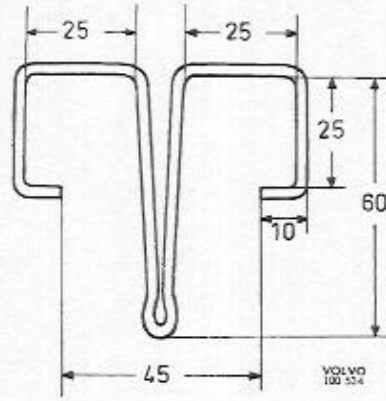
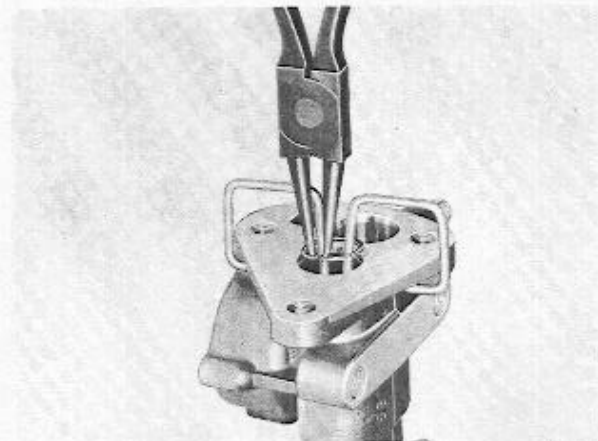
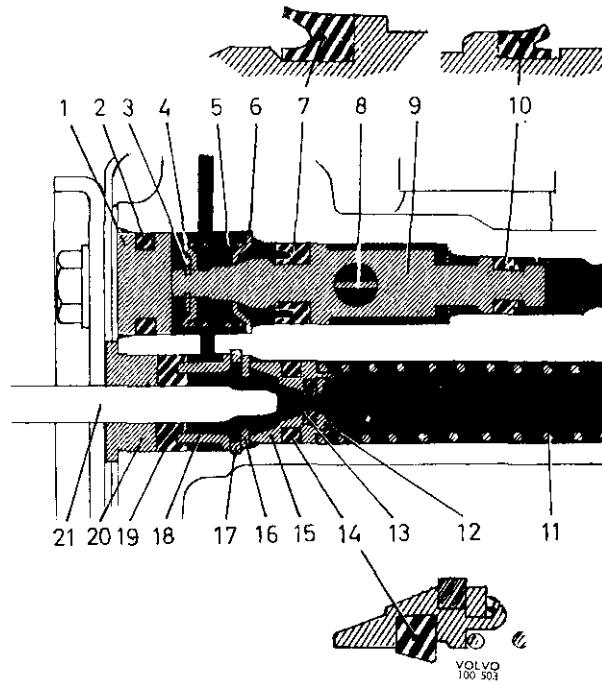
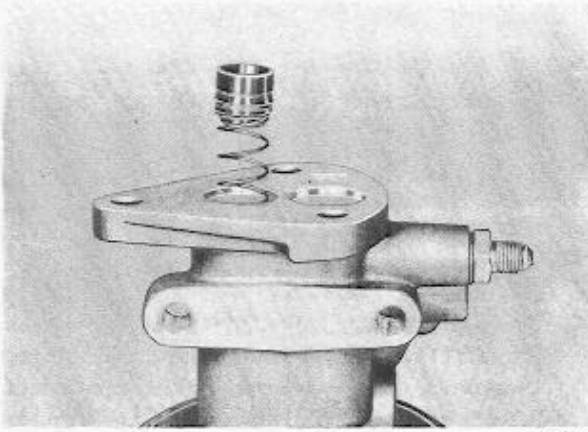

Abb. 91 Federklammer
Abb. 92 Abziehen der Innensicherung
Abb. 94 Hydraulikteile
Abb. 95 Einbau des Druckkolbens
4. Dichtung entfernen und das Gehäuse auf eine hölzerne Unterlage stauchen, so daß der Stopfen (1, Abb. 94) herausgleitet. Regulierkolben (9) ausbauen und zerlegen.
5. Führungshülse (20), Dichtung (19) und Abstandshülse (18) ausbauen. Die Rückholfeder des Druckzylinders mit einer gemäß Abb. 91 gefertigten Klammer zusammengepreßt arretieren, siehe Abb. 92. Danach den Sicherungsring (17) vorsichtig mit Hilfe einer Sicherungsringzange abziehen. Provisorische Klammer entfernen und übrige Teile ausbauen.
1. Kolbendichtung (14, Abb. 94) auf den neuen Druckkolben (15) mit bereits eingebauter, inwendiger Dichtung (13) aufziehen. Feder (11) am Kolben anbringen. Diesen in Bremsflüssigkeit tauchen und die Feder in den Zylinder einführen, siehe Abb. 95. Scheibe (16) auflegen und den Kolben vorsichtig mit Hilfe der Klammer eindrücken. Ebenso vorsichtig den Sicherungsring einsetzen, vgl. Abb. 92. Nachprüfen, daß dieser vorschriftsmäßig in der Nut einrastet. Abstandhülse (18) mit Dichtung (19) einbauen. Hülse (20) eindrücken.
2. Dichtungsmanschetten (7 u. 10) entspr. der Abbildung seitenrichtig auf den Regulierkolben ziehen. Scheiben, Federn und Sicherungsscheibe (3) einbauen.